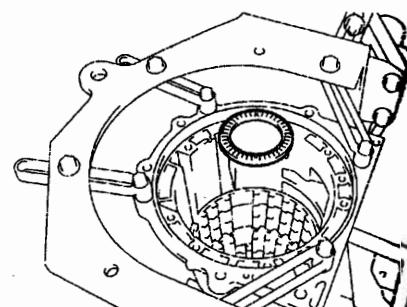
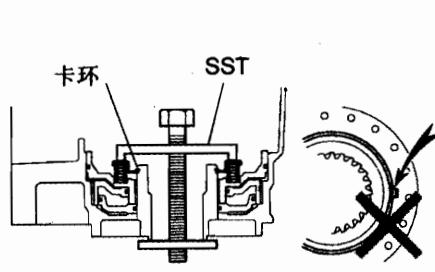

图 12-1-61
图 12-1-74
③如图 12-1-61 所示，从变速器壳上拆下止推滚针轴承。
(4) 安装1挡和倒挡制动器回位弹簧分总成。如图12-1-74所示，将SST放置在弹簧限位座上，并压住弹簧，用SST安装卡环。
(5) 安装后部行星齿轮总成。
①如图12-1-61所示，安装止推滚针轴承，止推滚针轴承内径为49.5mm，外径为64.0mm。